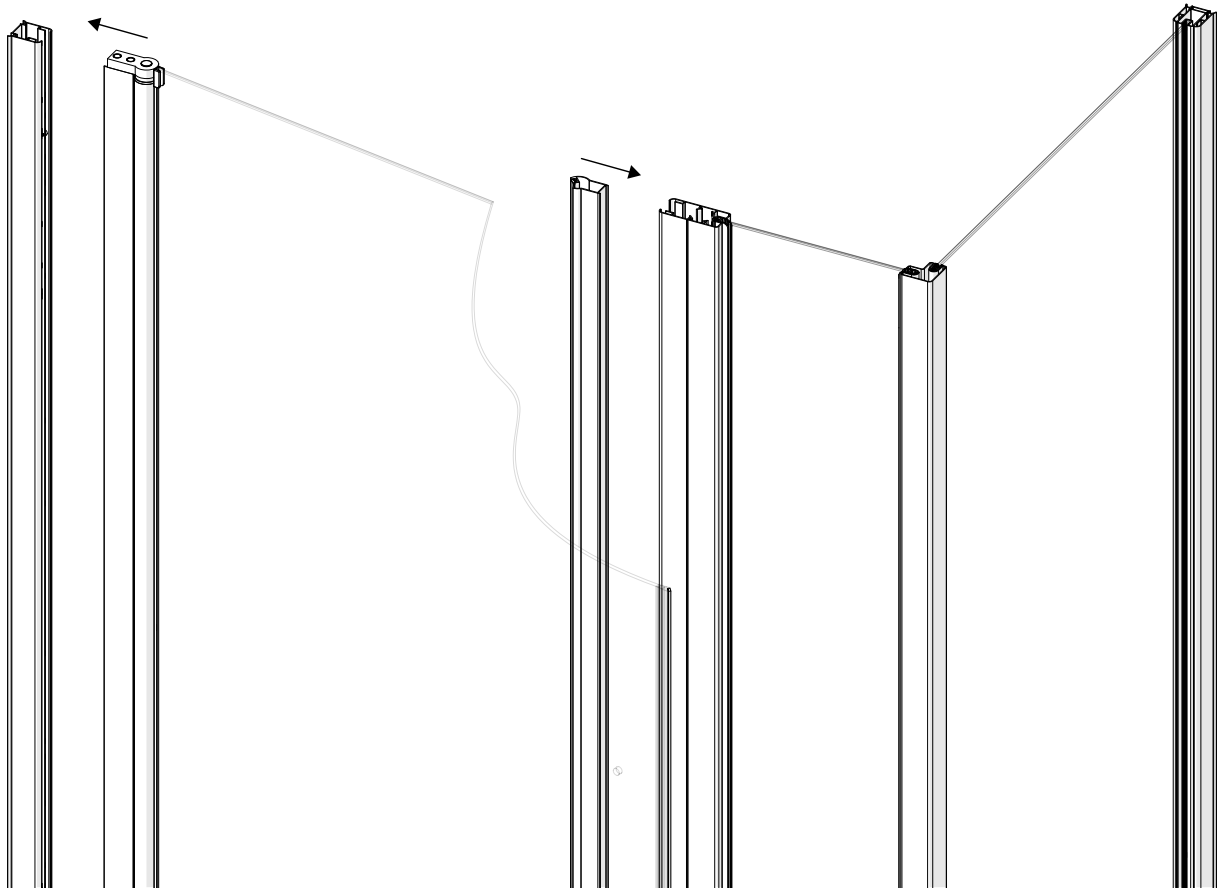

Fig. 3.1
- I. Insérez la ou les portes dans le ou les profilés muraux ou la colonne de soutien. Figure 3.1